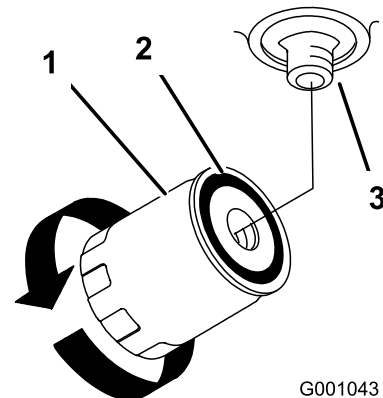

Figura 55
4. Aplique una capa fina de aceite hidráulico a la junta de goma sobre el filtro nuevo (Figura 55).
6. Llene el depósito de aceite hidráulico con aceite hidráulico hasta que éste rebose por encima del filtro, gire el filtro en el sentido de las agujas del reloj hasta que la junta de goma entre en contacto con el adaptador del filtro, luego apriete el filtro media vuelta más (Figura 55).